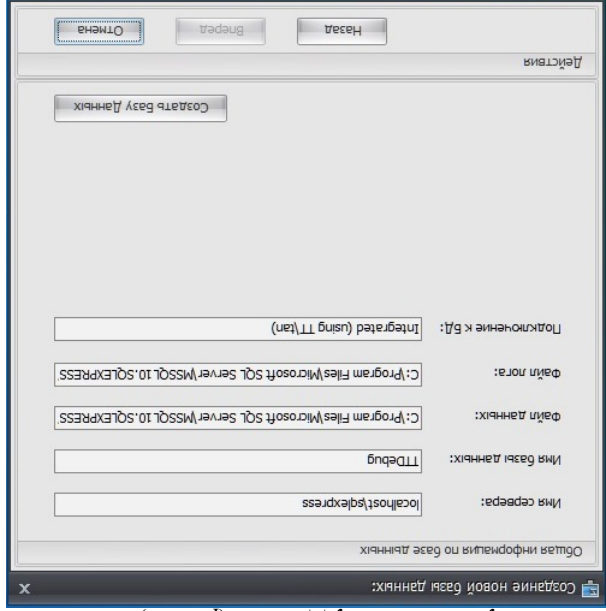

рис. 54
3.5 Нажать кнопку «Создать базу Данных» (рис. 54):